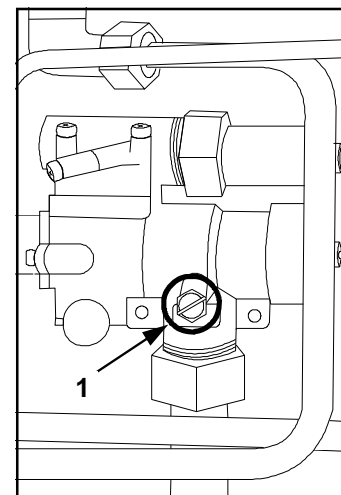

Abb. 7 (Druckmessung Zuleitung)
- 2) Die Schraube des Sicherheitsventils lösen (Hauptabspernung) (Abb.7/1).
- 7) Die gelöste Schraube am Sicherheitsventil festziehen (Abb. 7/1).